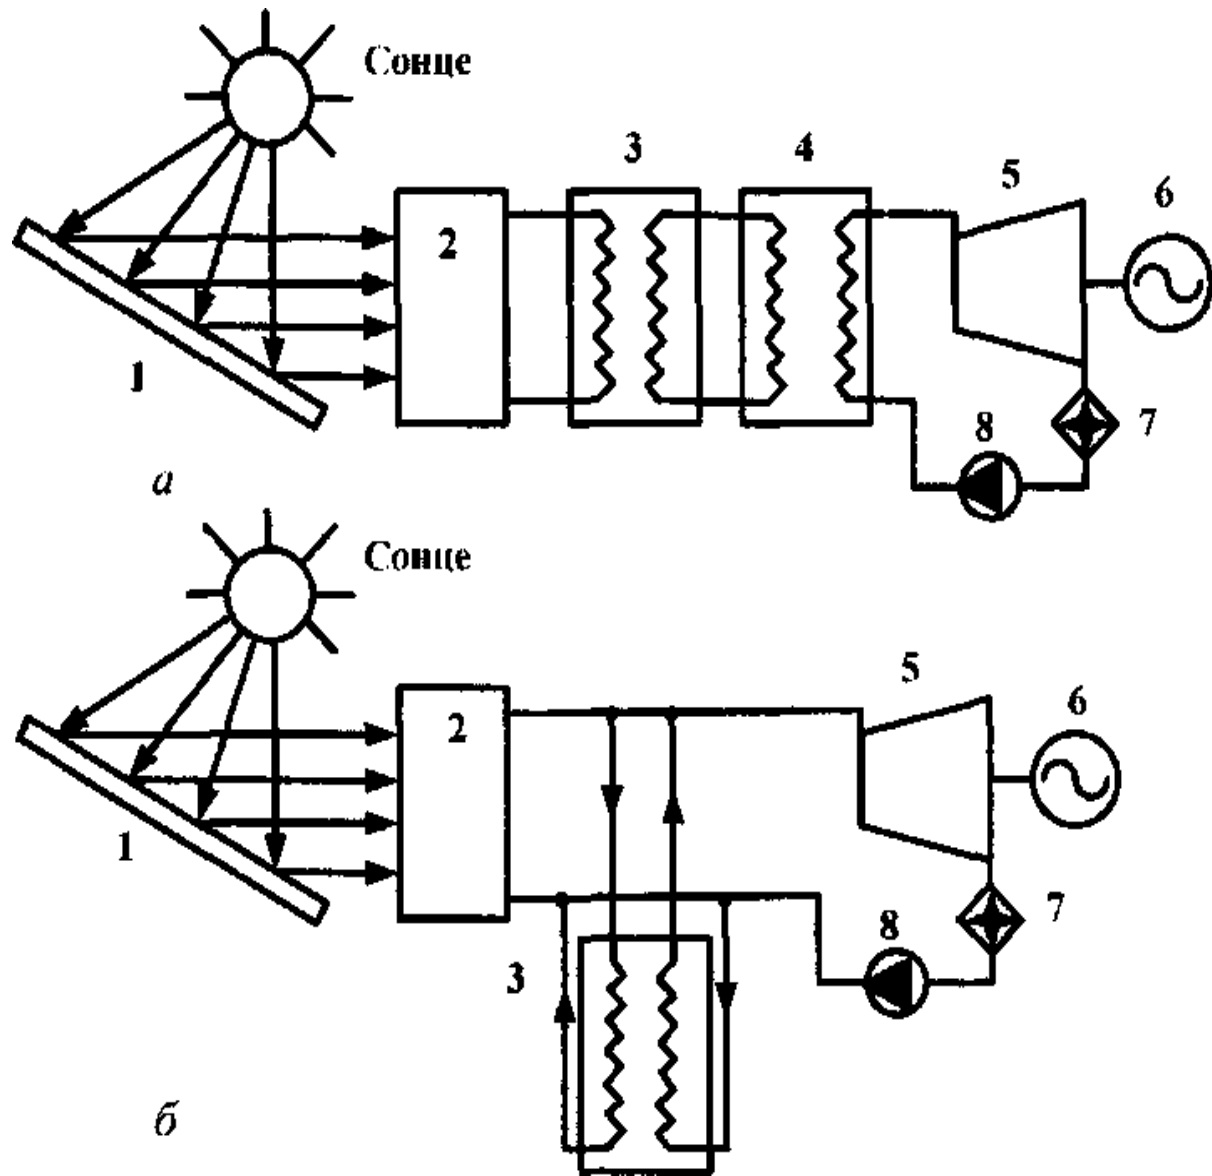

Рис. 4.18. Технологічні схеми сонячної електричної станції:
- На рис. 4.18, *a* наведено спрощену технологічну схему СЕС із послідовно увімкненим у коло передавання тепла тепловим акумулятором. В акумуляторі нагромаджується тепло, що надходить від концентратора сонячних променів і подається у теплообмінник для генерування пари. Акумульоване тепло використовують для генерування пари за відсутності сонячного випромінювання.
На рис. 4.18, б наведено спрощену схему СЕС із паралельним увімкненням теплового акумулятора. В акумуляторі накопичується частина тепла робочого тіла, а зв'язок із турбіною здійснюється без проміжних пристроїв.